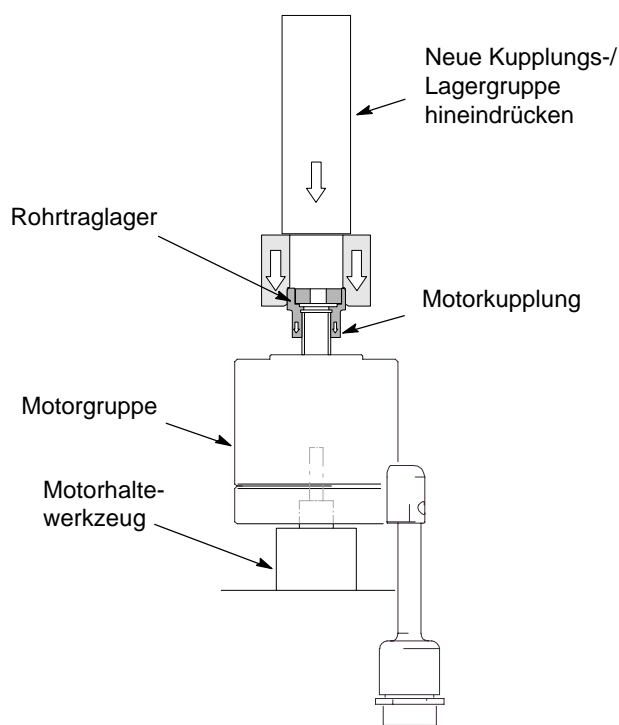

Abb. 4 Rohrtraglager zusammenbauen T10658
1. Die Motorgruppe auf das Motorhaltewerkzeug geben. Siehe Abb. 4.